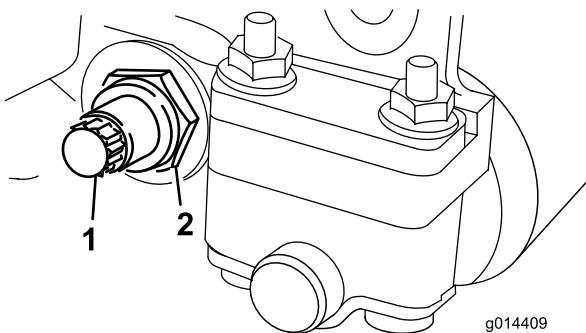
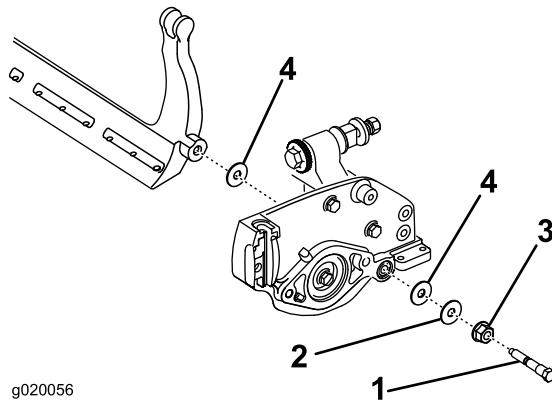

Figura 20
Figura 21
- Desaperte a porca de bloqueio que segura a cavilha da barra de apoio, em cada um dos lados da máquina (Figura 20).
- Remova cada uma das cavilhas da barra de apoio, de modo a permitir puxá-la e retirá-la da máquina (Figura 20). Guarde as duas anilhas de nylon e a anilha de aço prensado de cada uma das extremidades da barra de apoio (Figura 21).
- Fixe a barra de apoio a cada um dos lados da placa lateral com duas cavilhas de lâmina de corte (porcas flangeadas nas cavilhas) e com as 6 anilhas. Coloque uma anilha de nylon de cada lado da placa lateral. Coloque uma anilha de aço no exterior de cada uma das anilhas de nylon (Figura 21).
- Aperte as porcas de bloqueio de forma igual em cada lado até que não consiga rodar as anilhas de aço à mão (Figura 21).